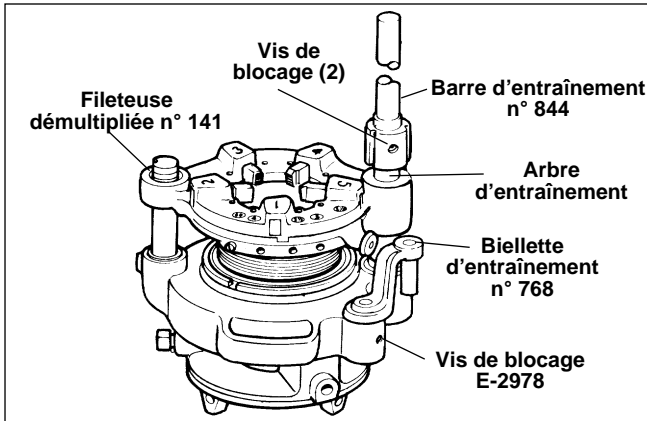

Figure 24 – Fileteuse démultipliée avec barre d'entraînement n° 844
3. Montez la barre d'entraînement n° 844 sur l'arbre d'entraînement de la fileteuse démultipliée n° 141, puis serrez les deux vis de blocage (*Figure 24*).
4. Introduisez le plus gros des deux axes de la bielle d'entraînement dans le logement de la fileteuse démultipliée n° 141, puis serrez la vis de blocage suffisamment pour retenir la bielle d'entraînement, mais sans l'empêcher de tourner librement (*Figure 24*).